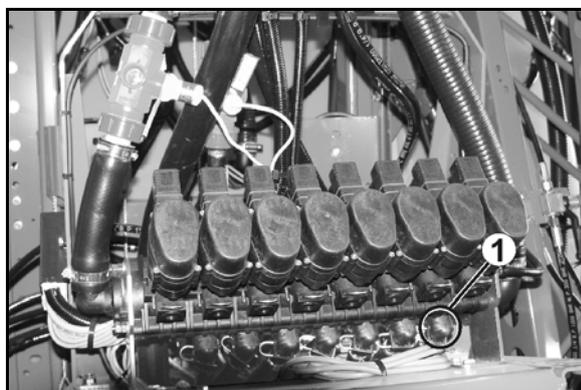

Fig. 191
- La Fig. 191 sirve para seleccionar el tipo de tobera más apropiado. El tipo de tobera viene determinado por